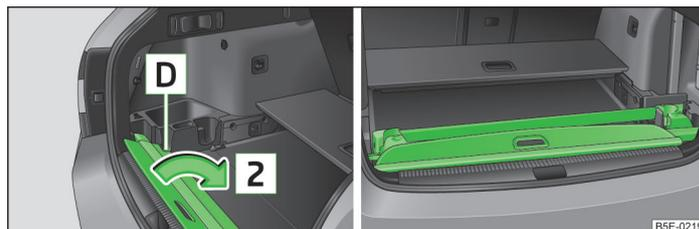

Abb. 91 Aufrollbare Gepäckraumabdeckung verstauen / Dachgepäckträger und aufrollbare Gepäckraumabdeckung richtig verstauen
- Den Vorderteil der aufrollbaren Gepäckraumabdeckung links unter einen Teil der Seitenverkleidung **D** » Abb. 91 einschieben.
Beim **gleichzeitigen** Verstauen der Dachgepäckträger und der aufrollbaren Gepäckraumabdeckung muss der Hinterteil der aufrollbaren Gepäckraumabdeckung den hinteren Dachgepäckträger überdecken » Abb. 91.